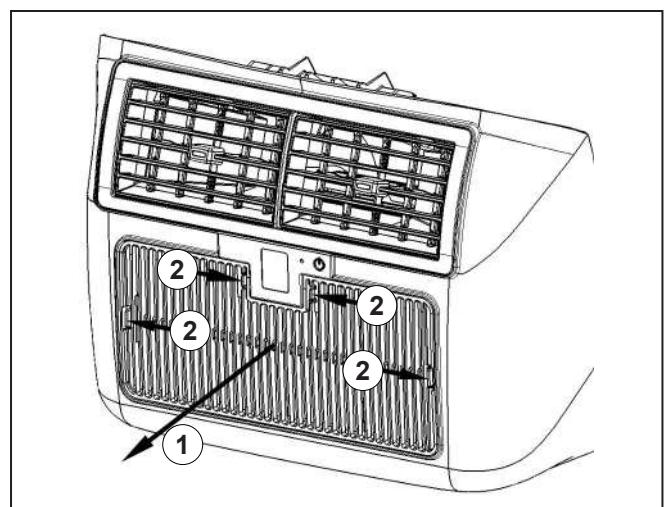

Abb. 7
1. Auf die vier Rückhaltefedern („Abb. 7“ Pos. 1) drücken und das Frontgitter („Abb. 7“ Pos. 2) entfernen.